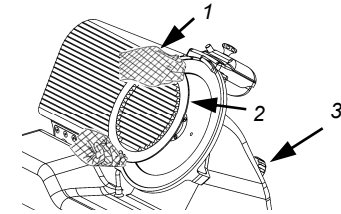
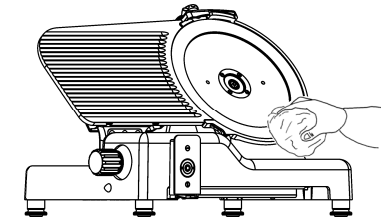

Abb. 41
Abb. 42
ACHTUNG: Für die Reinigung des Schneideblatts benötigt man ein Paar Metallhandschuhe (1) (Abb.41) und ein feuchtes Tuch.
Den Drehgriff des Abdeckungszugbolzens (3) lösen und die Messerabdeckung (2) abnehmen (Abb. 41). Nun kann das Schneideblatt gereinigt werden (Abb. 42).